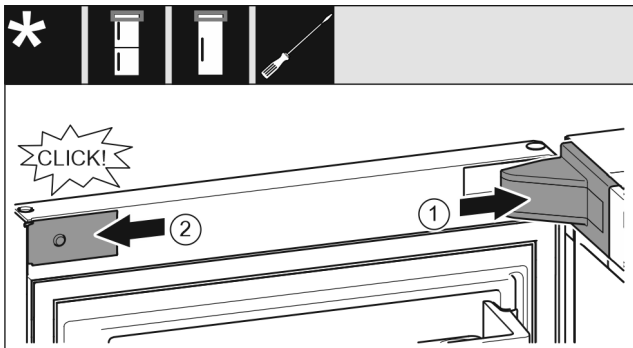

Fig. 33
- ▶ Așezați apăraoarea suporturilor de lagăr și fixați-o în poziție, după caz, desfaceți-o prin apăsare cu precauție. Fig. 33 (1)
- ▶ Aplicați și fixați în poziție masca. Fig. 33 (2)